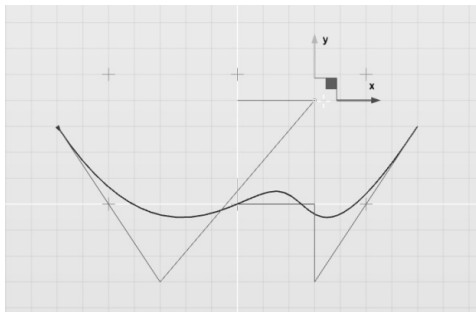

图 3-10 平移一个控制点
2) 使用鼠标点选任意一点并直接拖动，或使用平移键  平移该点，如图 3-10 所示。